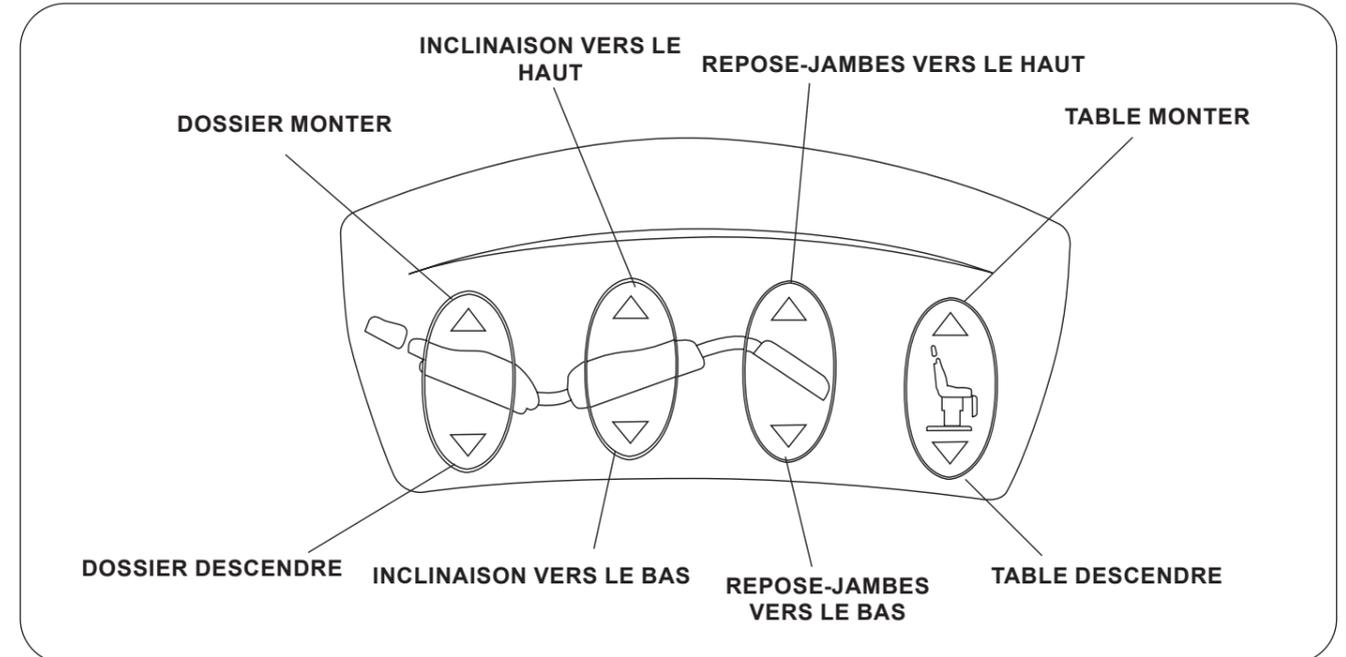

Figure 8. Commande au pied
La table d'intervention motorisée modèle 7000 ASSIST est équipée de série d'une commande au pied à six pédales (Figure 8). Les réglages de la table incluent la hauteur, l'inclinaison du siège, l'angle du dossier et l'angle du repose-jambes.
1. Pour relever la table, appuyez sur la pédale Table Monter (Figure 8) et maintenez-la enfoncée jusqu'à ce que la hauteur souhaitée soit atteinte, puis relâchez la pédale.
1. Pour régler le dossier d'une position de chaise (verticale) à une position horizontale, appuyez et maintenez la pédale Dossier Descendre (Figure 8) jusqu'à ce que l'angle souhaité soit atteint, puis relâchez la pédale.
1. Pour incliner le pied de la table vers le haut, appuyez sur la pédale d'inclinaison vers le haut (Figure 8) et maintenez-la enfoncée jusqu'à ce que l'angle souhaité soit atteint, puis relâchez la pédale.